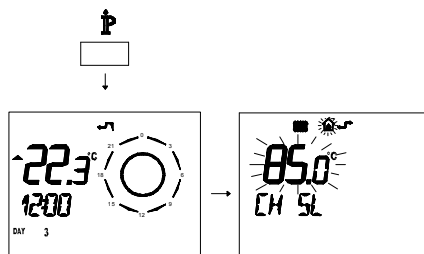

Figura 8.4
- Premere per più di 3 secondi il pulsante per entrare in modalità **INFO** (Figura 8.4).